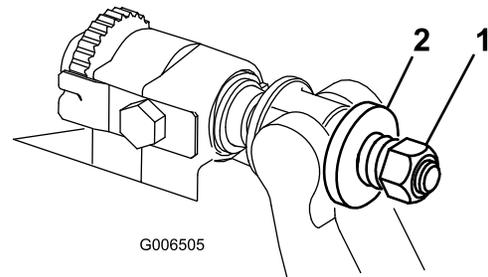

Figura 38
6. Apriete la tuerca de tensado del muelle hasta que el muelle esté comprimido del todo, luego aflójela 1/2 vuelta (Figura 38).